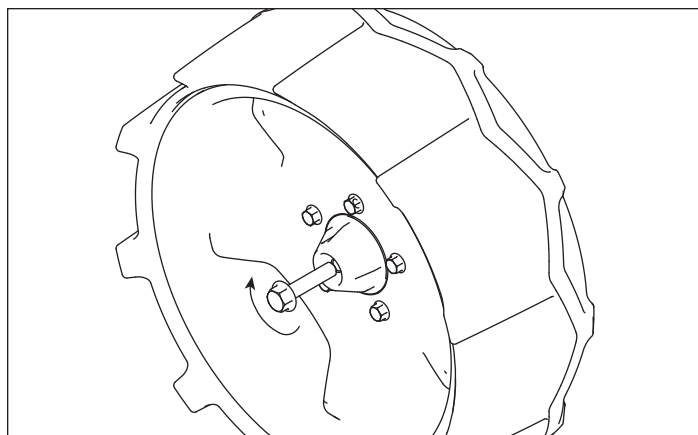

Figure 26
- c. Si les roues sont difficiles à enlever, visser une longueur 25 mm (ou plus) d'une vis M10x1,5 dans le moyeu de la roue et tourner dans le sens des aiguilles d'une montre jusqu'à ce que la roue se détache de l'arbre. VOIR FIGURE 26